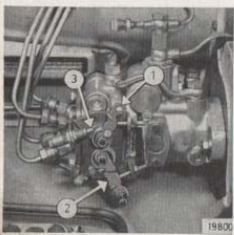

Figure 14
2. Retirer à 2/3 le levier de démarrage et d'arrêt (1 fig. 14) jusqu'au premier cran et le maintenir en cette position. Le levier de variation de régime 2 doit alors se trouver dans la position de ralenti à vide.